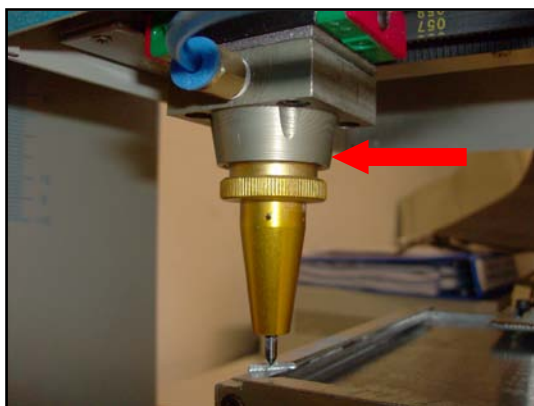

Figura 48 – Punta di scrittura
- 4) Montare la punta sulla macchina avvitandola saldamente tramite l'apposita ghiera (Figura 48).